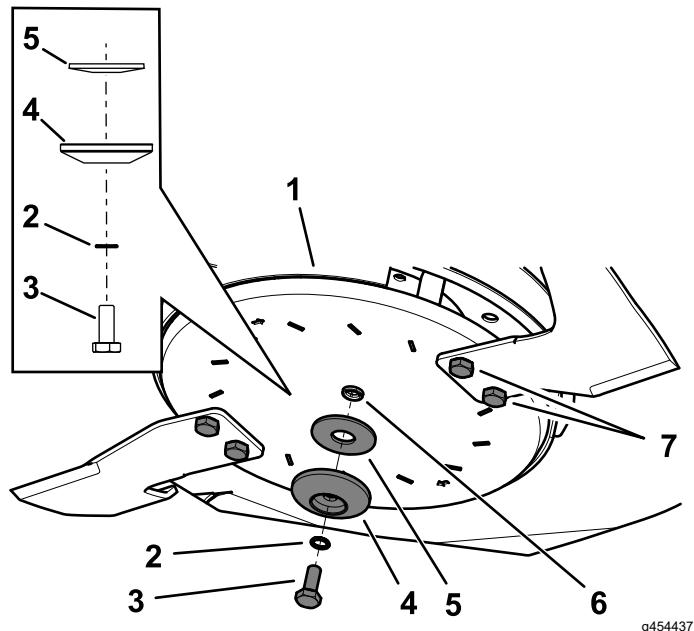

図 111
2. 先ほど取り外したディスクボルト、鋸歯ワッシャ、ブレードリテーナ、湾曲ワッシャを使ってウイングブレードアセンブリを取り付ける図 111。